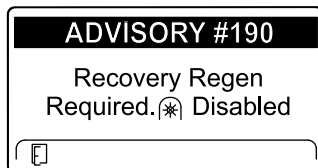

Figura 41
- Richiesta di rigenerazione di recupero - disabilitazione della presa di forza ADVISORY #190 (Figura 41)